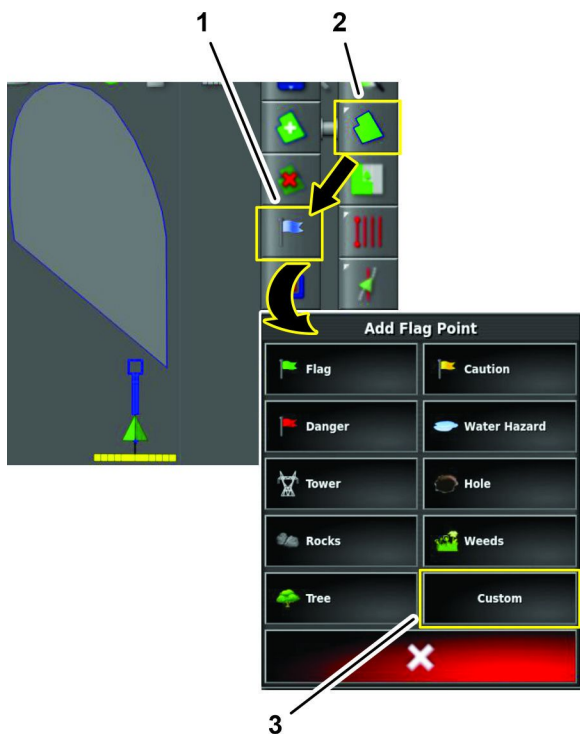

Figura 80
2. Nel menu Aggiungi punto di segnalazione, premete l'icona MENU DEL CAMPO e l'icona IMPOSTA PUNTO DI SEGNALAZIONE (Figura 80).
3. Premete l'icona Punto di segnalazione PERSONALIZZATO (Figura 80).